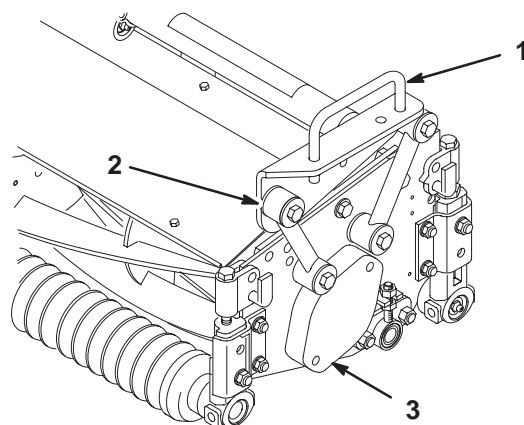

Figura 5
3. Fixe cada um dos tirantes de montagem à estrutura de suporte com um parafuso de (3/8 x 2-1/4 pol.), 2 anilhas chatas, e uma porca de freio, conforme indicado na Figura 5. Coloque uma anilha em cada um dos lados do tirante ao proceder à montagem. Aperte a um binário de 42 Nm.